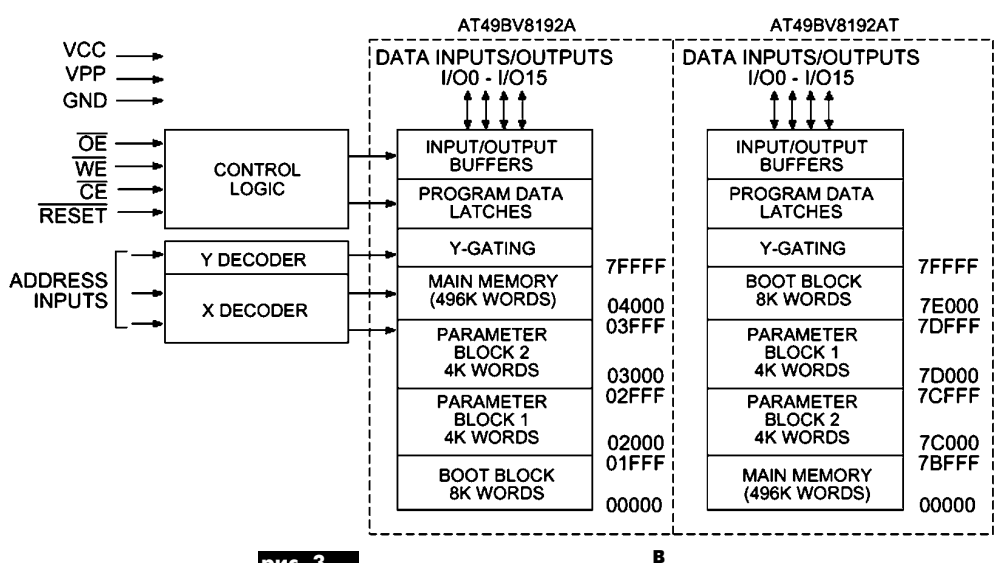

рис. 3
программирования для микропроцессора AT49F512 представлены на **рис.2**, блок-схемы этого цикла для МК серий AT49F512, AT49BV/ LV001(N)(T), AT49BV8192A(T) соответственно - на **рис.3а, б, в**.